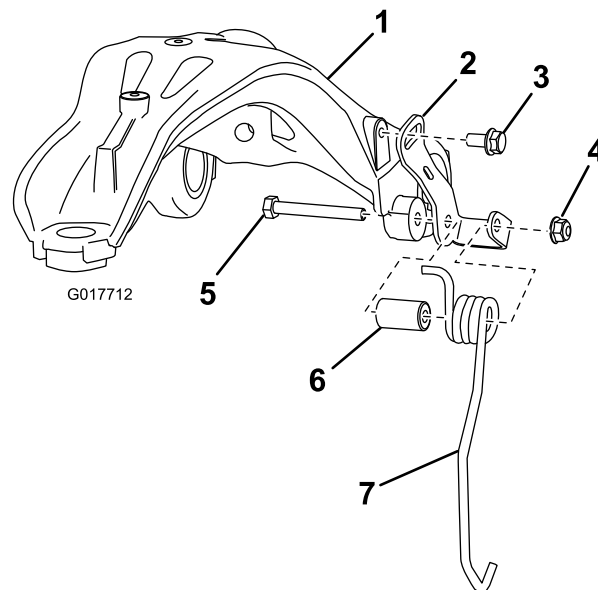

図 1
4. 新しいスプリング&リテーナ・アセンブリ（右用と左用）を、図 1のようにサスペンションアームに取り付ける。